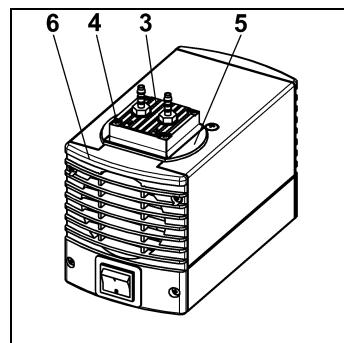
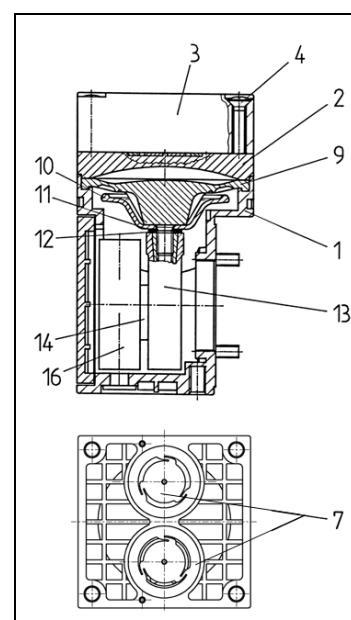

Fig. 4: Desmontar el cabezal de bomba
Fig. 5: Cabezal de bomba
1. Marcar la tapa de cabezal (Fig. 4/3), la cubierta (5) y la tapa de la carcasa (6) trazando una línea continua con el lápiz. De este modo se evitará que las piezas se monten después incorrectamente.
2. Soltar los cuatro tornillos de la tapa de cabezal (4) y retirar del cuerpo de bomba la tapa de cabezal (3) junto con la cubierta (5).
3. Marcar la placa intermedia (Fig. 5/2) y la carcasa (1) trazando una línea continua con el lápiz.
4. Retirar la placa intermedia (2) de la carcasa (1).
1. Retirar de la placa intermedia (Fig. 5/2) las placas de válvula/juntas (7).